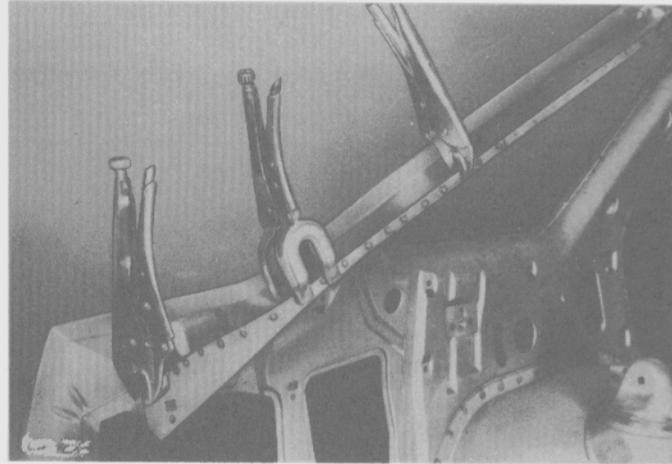

Fig. 254
- Comprobar el ajuste de la nueva sección del gotero, recortarla si fuese necesaria y sujetarla al panel interior con pinzas. (Fig. 254).